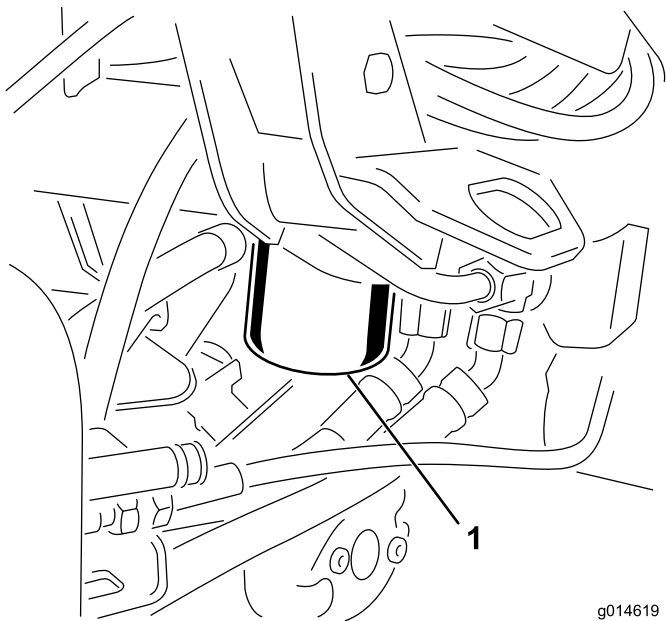

图48
1. 清洁过滤器安装区周围的区域 图48。在过滤器下面放置一个放油盘并拆下过滤器。